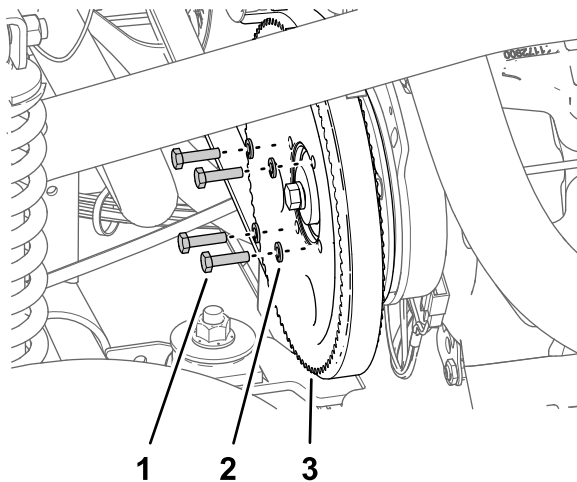

Figure 178
3. Retirez les 4 boulons (1/4" x 1") et les 4 rondelles frein (1/4") qui fixent la poulie à la pompe de pulvérisation (Figure 178).